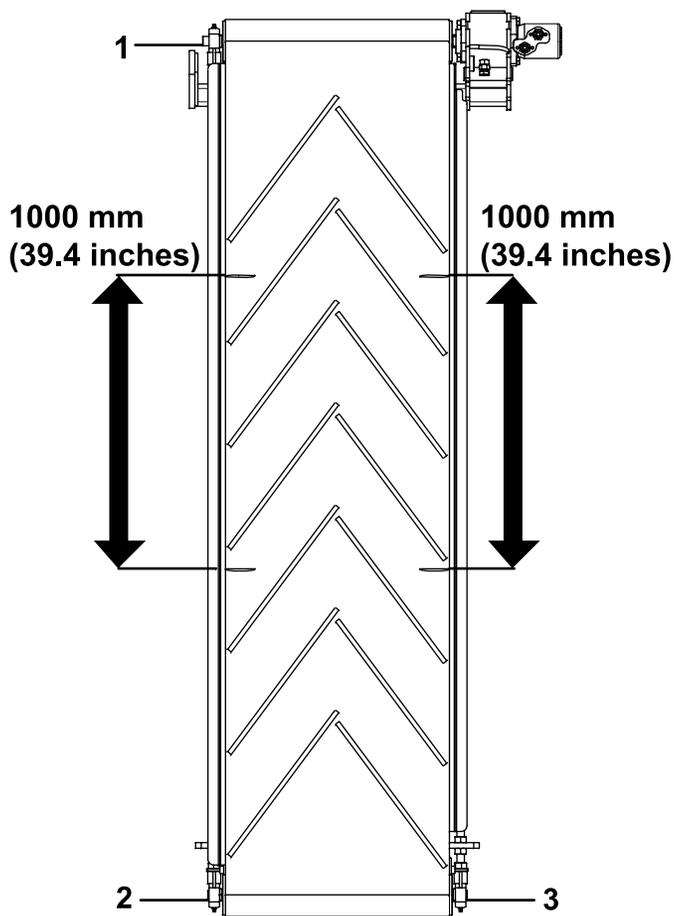

Figura 32
3. Marque ambos lados de la cinta con 2 marcas separadas por una distancia de 1000 mm (39-13/32"); consulte la Figura 32.